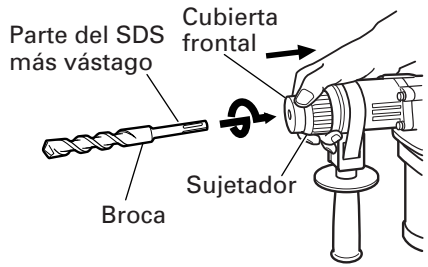

Fig. 2
6. Montaje de la broca (Fig. 2)
- (1) Para colocar una broca (SDS más vástago), tire completamente de la empuñadura en el sentido de la flecha como se muestra en la Fig. 2 en inserte profundamente la broca girándola.
- (2) Al soltar la empuñadura, la broca quedará asegurada.
- (3) Para extraer la broca, tire completamente de la empuñadura en el sentido de la flecha y tire hacia afuera de la broca.